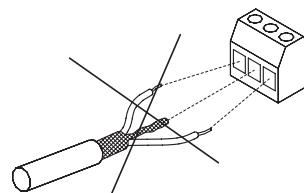

Рис. 8 Не скручивайте экран
- Не скручивайте экран для подключения к клемме. См. рис. 8. Вместо этого используйте скобы для крепления кабеля или специальную кабельную муфту.